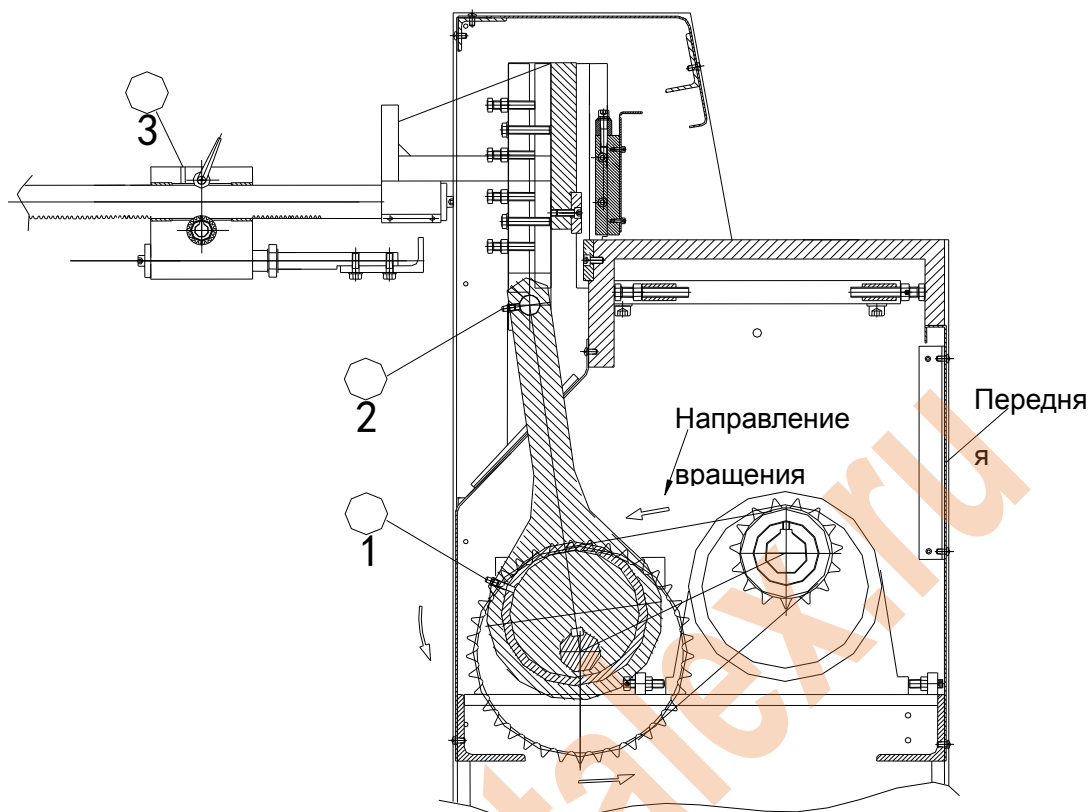

Рисунок 5
3. Все электрические детали должны быть крепко закреплены. После этого подайте питание и заземлите электропроводку, чтобы удостовериться, что направление вращения мотора верно. Поскольку данный станок полностью защищен, разберите переднюю защиту и убедитесь, что мотор вращается так, как показано на рис. 5.
VI Смазка (Рисунок 5)
Данный станок следует регулярно смазывать вручную. Перед смазыванием деталей 1 и 2 на рис. 5 снимите защитную панель с обеих сторон. На подробном чертеже это детали №52 и 57.